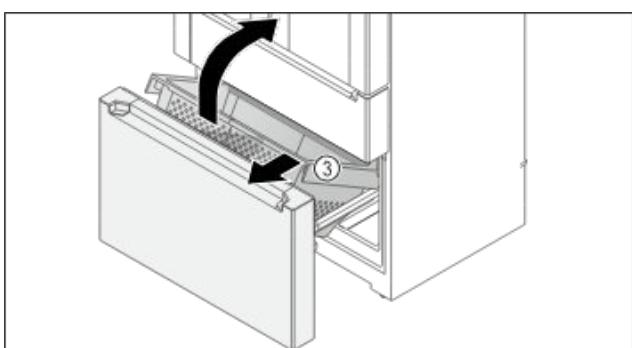

Fig. 144
- Підніміть контейнер Fig. 144 (3) спереду.
- Вийміть контейнер Fig. 144 (3) під кутом уперед.